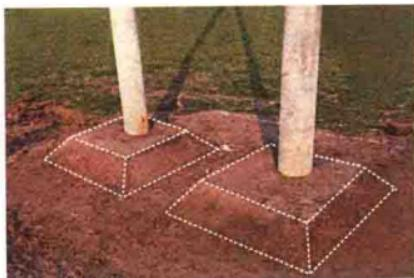

图1-2-6 配电变台防沉土台示意图
(1) 回填土的土块应打碎，土块直径不大于30mm；基坑每回填300mm应夯实一次。
(2) 回填土后的电杆应制作防沉土台，土台面积应大于坑口面积，培土高度应超出地面300mm。
4. 标准规范图例（图1-2-6）